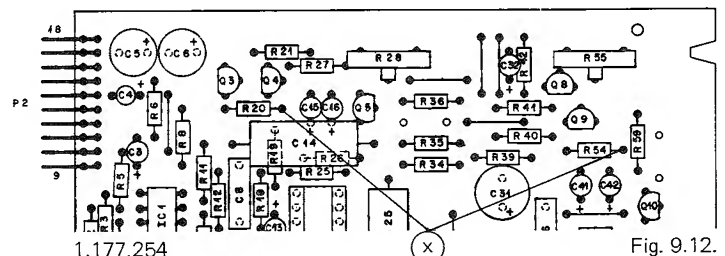

Fig. 9.12.
- NF-Millivoltmeter an Messpunkt X des jeweiligen Wiedergabekanals im DOLBY-Wiedergabe-Prozessor 1.177.254 anschliessen (Fig. 9.12.).
- Connect audio millivoltmeter to test point X in the DOLBY replay processor 1.177.254 (fig. 9.12.).
- Raccordez un millivoltmètre BF au point de mesure X d'un des canaux lecture du module de lecture DOLBY 1.177.254 (fig. 9.12.).